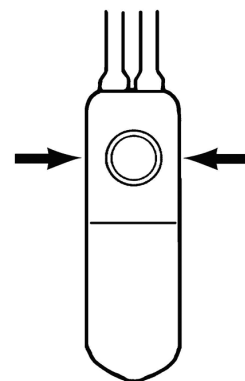

Figura 4-42. Metodo a pressione laterale
1. Per consentire il riempimento del bulbo della pompa, premere i lati della pompa di controllo, adiacenti al pulsante di disattivazione. (Figura 4-42)